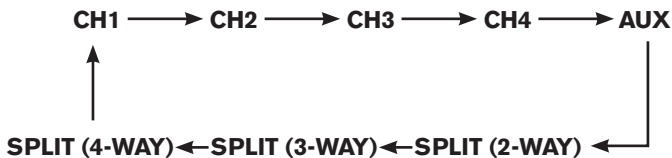

Abb. 2 Festlegung der Reihenfolge der Quellen
- Drücken Sie die Taste 'Select', um die Reihenfolge der Quellen festzulegen (siehe Abb. 2).